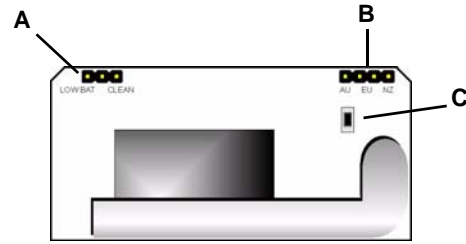

Figure 5 Composants du ES1242
Configuré par défaut, le détecteur ES1242 associe un signal de niveau faible des piles à un signal de nettoyage du détecteur. Si des signaux multiples ne sont pas souhaités, le rapport sans fil de l'état CleanMe peut être désactivé en déplaçant le cavalier des broches de sélection Pile faible/CleanMe sur les broches Pile faible (Low Bat) (Figure 5). Une fois réalisée, seul le signal du faible niveau des piles sera envoyé par le détecteur.
**Plage de fréquence de l'émetteur** : Sélection pour les Etats-Unis, (902-928 MHz), l'Europe (868-869 MHz), l'Australie (915-928 MHz) ou la Nouvelle-Zélande (921-928 MHz) (Voir Figure 5).